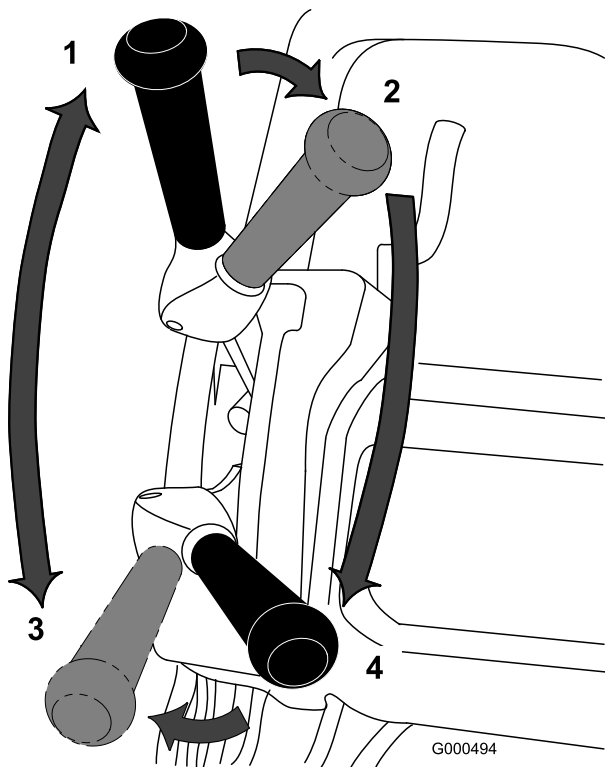

图25
1. 启动发动机，将油门设置为低速，向下推动手柄以提起滚刀组，压低操作员到位控制装置，将牵引杠移至“接合”位置，使除草机行驶到果岭的环圈上（图25）。
2. 将牵引杆移至“分离”位置，然后接合滚刀驱动杆（图25）。
- 将牵引杆移至“接合”位置，增加油门速度直至剪草机按照所需的地面行驶速度移动，将剪草机推到果岭区，放下剪草机的前端，然后开始剪草（图25）。